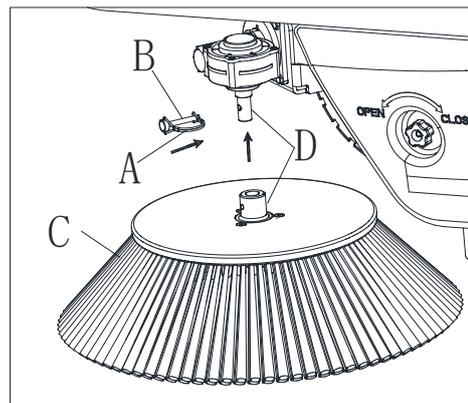

Figura 12
3. Rilasciare la molla sul perno a "D" (A, Figura 12), quindi rimuovere il perno a "D" dall'albero della spazzola laterale (B, Figura 12).
4. Posizionare la nuova spazzola laterale sull'albero del motore della spazzola laterale, allineare i fori sul mozzo della spazzola laterale con il foro sull'albero del motore (D, Figura 12), quindi inserire il perno a "D" (B, Figura 12) e infine fissare la molla (A, Figura 12).